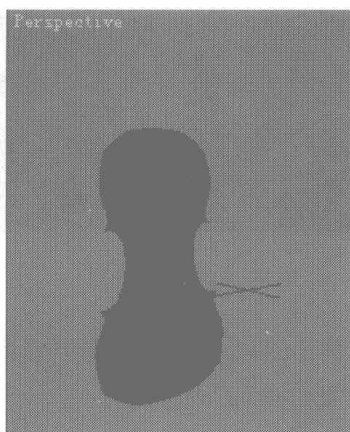
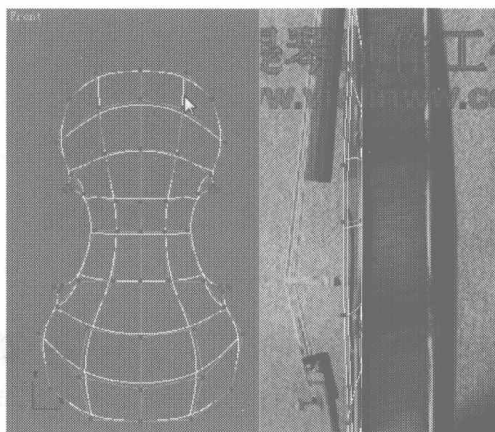

图 5.80
图 5.81
- 01 接下来制作前面板。隐藏暂时不需要的模型, 如图 5.80 所示。由于前面板也是有一定的弧度的, 所以也需调整上面的点来改变其弧度。调整模型上的点到如图 5.81 所示的位置。